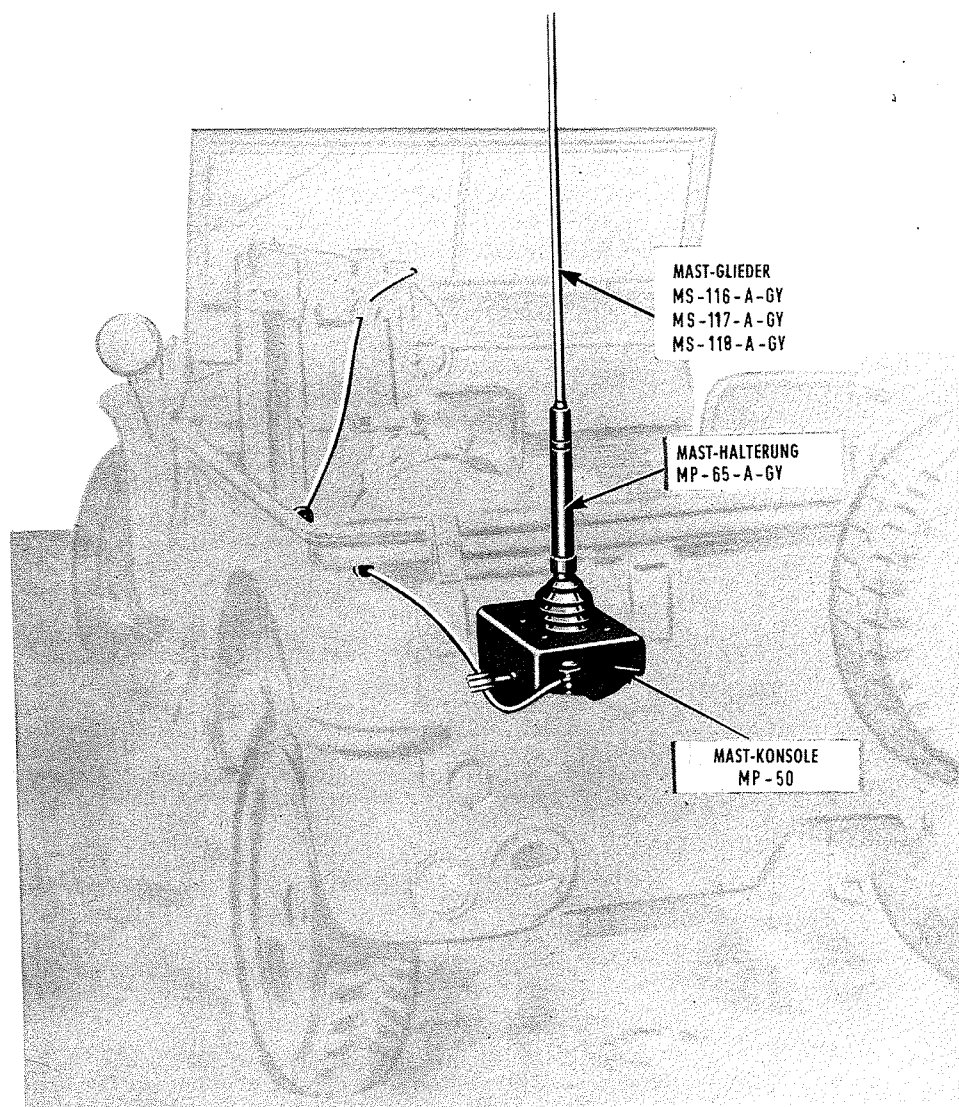

Bild 47 Montage der Fahrzeug-Antenne des Funkgerätesatzes GRC-9
a) Die Fahrzeugantenne besteht aus der Masthalterung MP-65-A und 5 Mastgliedern (3 Mastglieder MS-116-A, 1 Mastglied MS-117-A, 1 Mastglied MS-118-A) und läßt sich auf einer Mastkonsole MP-50 des Fahrzeugs (Bild 47) befestigen.